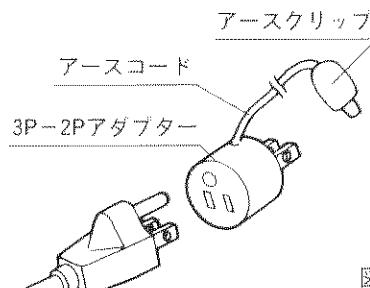

図4-3
- ③ 2Pコンセントの場合、付属の3P-2PアダプターMH-887を使用し、アースクリップを接地されている金属の水道管、建築物の鉄骨、アース棒などに確実に接続します。(図4-3)